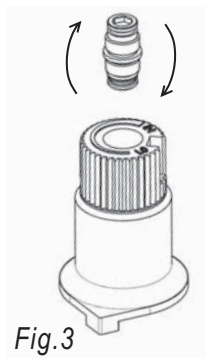

Fig.3
- 13) Flip the screw (Fig. 3).